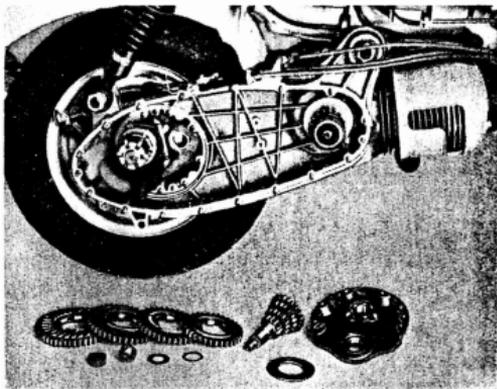

Fig. 11
- 14 Sacar el primario y los engranajes del secundario. Véase fig. 11.